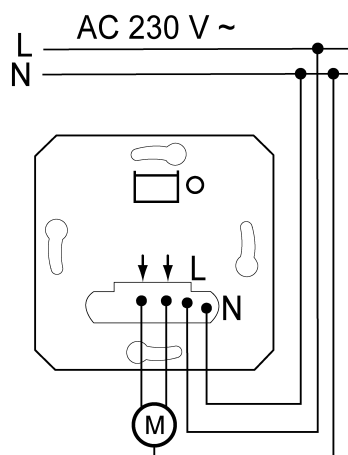
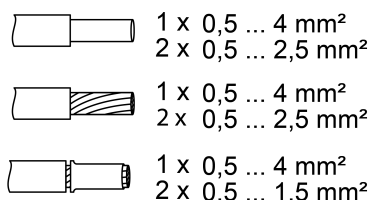

рисунок 2: Присоединение вставки
рисунок 3: Максимальное поперечное сечение кабеля для зажимных контактов
- Подключите вставку жалюзи согласно монтажной схеме (рисунок 2). При этом следует учитывать поперечные сечения проводов, на которые могут устанавливаться зажимы (рисунок 3).